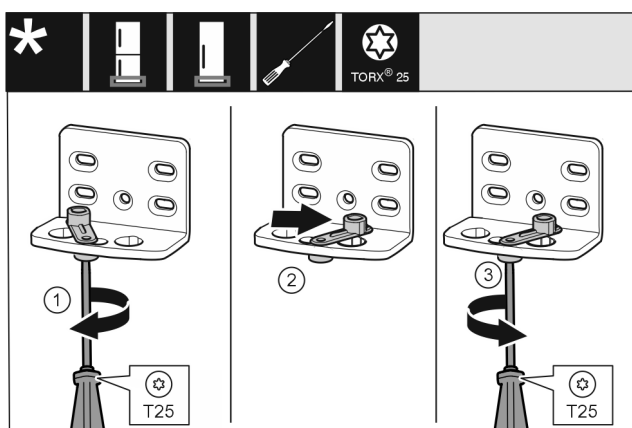

Fig. 12
- Skru løs skruen Fig. 12 (1) med en skrutrekker.
- Løft dørlukkestøtten Fig. 12 (2) og vri den 90° til høyre inn i hullet.
- Skru fast skruen Fig. 12 (3) med en skrutrekker.